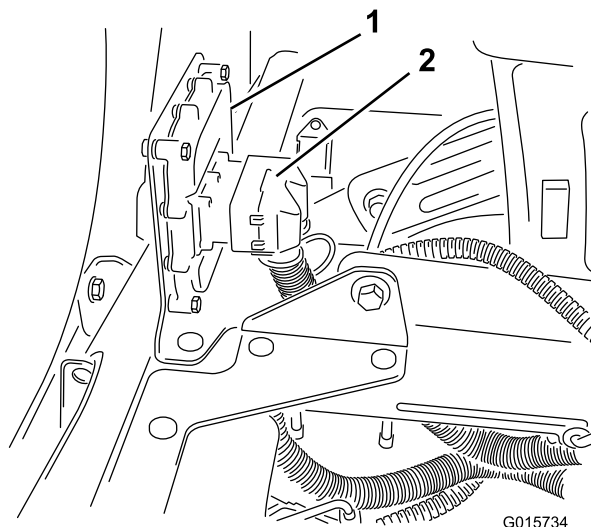

Bild 16
1. Stecken Sie die Anschlussklemme am Kabelbaum in das elektronische Steuergerät und ziehen sie mit einem Inbusschlüssel an (Bild 16).